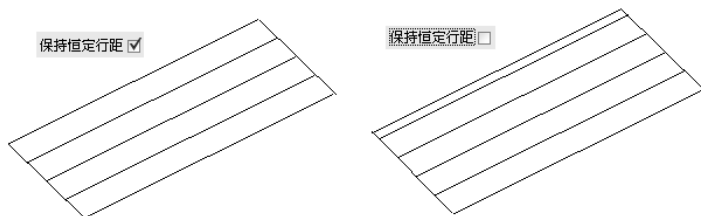

图 2-22 保持恒定行距
(2) 高速加工 “高速加工”选项中有几个选项与“偏置区域清除”内容不同, 它们分别是:
**【保持恒定行距】**: 选中该复选框, 系统将参照行距数值自动调整区域内的行距, 使得行距保持恒定, 如图 2-22 所示。
(3) 样式和平行加工角度